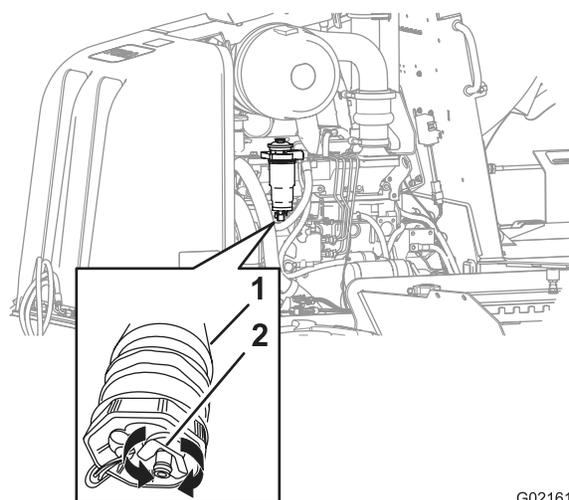

Figura 52
2. Posicione uma pequena bandeja de drenagem sob o filtro de combustível secundário (Figura 52).
3. Gire a válvula de drenagem no fundo do filtro de combustível secundário no sentido anti-horário, dando 2 ou 3 voltas, e drene a água e os sedimentos presentes no separador de combustível/água do filtro de combustível (Figura 52).
4. Quando o combustível sair limpo, gire a válvula de drenagem no sentido horário até fechá-la (Figura 52).